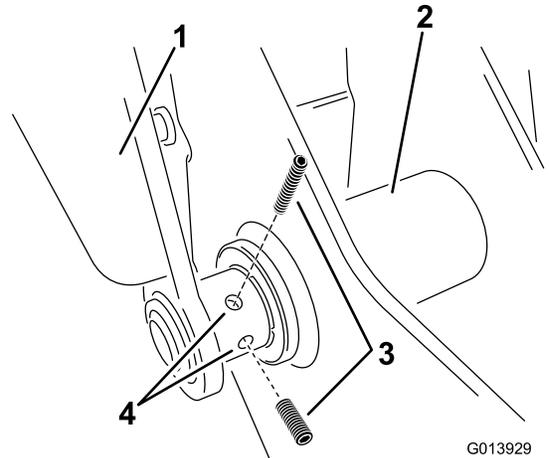

Bild 6
15. Setzen Sie zwei Stellschrauben am unteren Gelenkpunkt in den linken Arm ein (Bild 6).